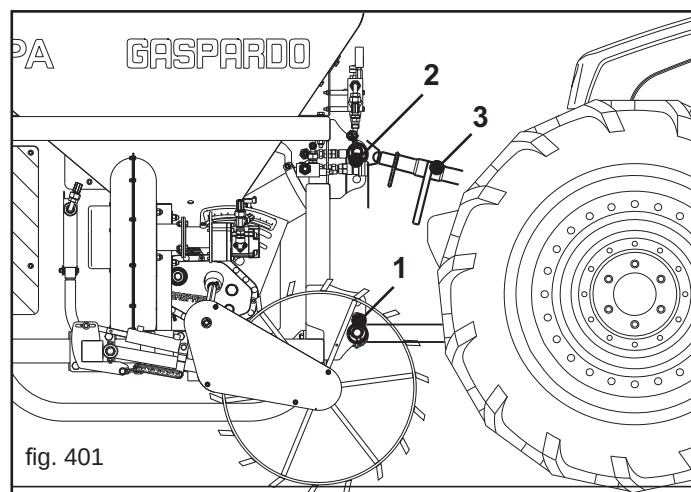
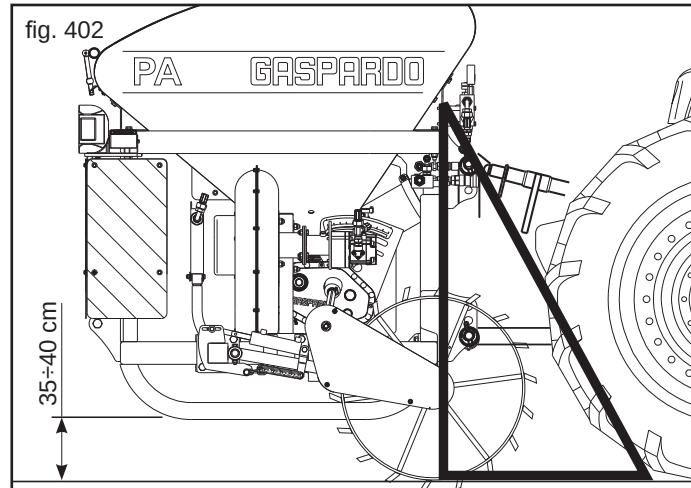

fig. 401
fig. 402
- 1) Agganciare le barre del sollevatore sui perni predisposti (1 Fig. 401). Bloccare con le copiglie a scatto.
- 2) Collegare il terzo punto superiore (2, Fig. 401); la spina va bloccata con l'apposita copiglia; mediante il tirante di regolazione (3, Fig. 401) fare in modo che l'attrezzatura si sia perpendicolare al terreno (Fig. 402).
- 5) Sollevare l'attrezzatura anteriore, rimuovere i piedi di appoggio. Per garantire la rotazione della ruota di trasmissione, regolare l'altezza dal suolo dell'attrezzatura in posizione di lavoro (35÷40 cm Fig. 402). **Questa distanza deve essere mantenuta costante durante il lavoro.**